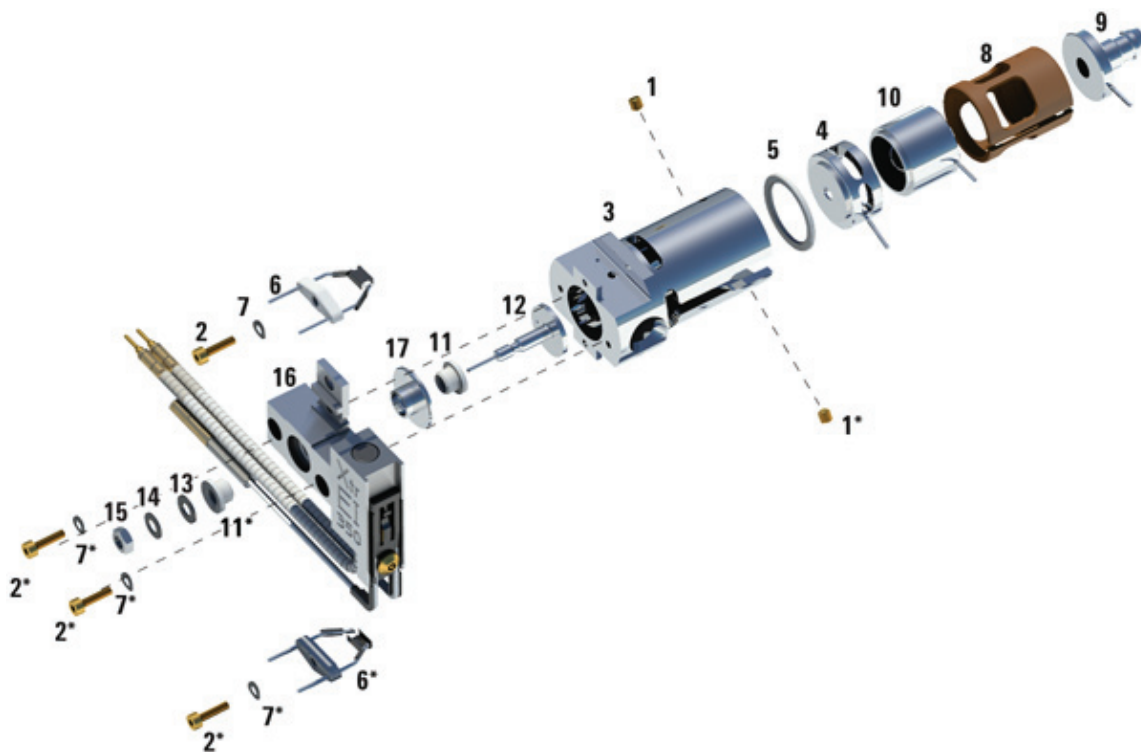

Figure 52. Démontage de la source EI XTR
Se reporter à la vue éclatée des pièces et à la liste des pièces de la source EI XTR en suivant cette procédure. (Voir **Figure 52** et **Tableau 16** page 188).
- 3** Séparer la source de son chauffage en retirant les deux vis. Le chauffage de la source est constitué du bloc de chauffage de la source, du repousseur et des pièces détachées connexes. (Voir **Figure 52** et **Tableau 16** page 188.)
- 4** Démontez le repousseur en retirant l'écrou, les rondelles et les isolants en céramique du repousseur, puis déposer le repousseur. (Voir **Figure 52** page 188.)
- 6** Sortir les lentilles de la source et séparer l'isolant de lentille, la lentille de focalisation d'ions, la lentille d'extracteur, l'isolant de la lentille d'extracteur et la lentille d'entrée étendue. (Voir **Figure 52** page 188.)
Tableau 16 Liste des pièces de la source EI XTR (Figure 52)
Tableau 16 Liste des pièces de la source EI XTR (Figure 52) (suite)